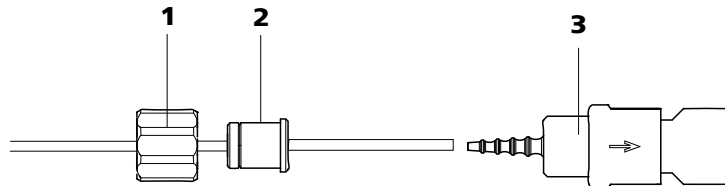

Abbildung 25 Pumpschlauch-Verbindung mit Filter installieren
- **Fall A:** eine Pumpschlauch-Verbindung **mit Filter** (6.2744.180) (siehe Abbildung 25, Seite 47) oder